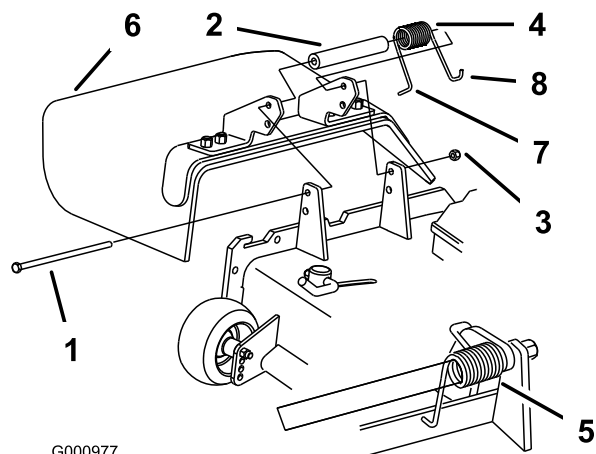

Figura 85
1. Retire la contratuerca, el perno, el muelle y el espaciador que sujetan el deflector a los soportes de pivote (Figura 85). Retire el deflector de hierba dañado o desgastado.
Nota: Asegúrese de colocar el extremo en **L** del muelle detrás del reborde de la plataforma antes de instalar el perno, según muestra Figura 85.
3. Instale el perno y la tuerca. Coloque el extremo en **J** del muelle alrededor del deflector de hierba (Figura 85).